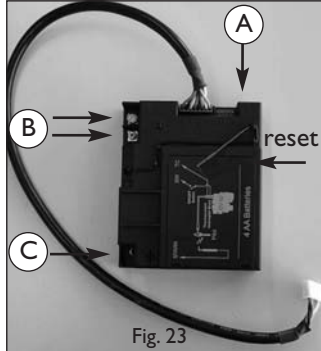

Fig. 23
- Schieben Sie den braune Stecker des Anschlusskabels hinten auf die Printplatte des Empfängers (Fig. 23).
- Schließen Sie die Kabel der Thermokuppelung an (Fig. 23 Pfeil B)
- Schließen Sie das Zündkabel an (Fig. 23 Pfeil C)
- Sollten Sie einen Adapter gebrauchen, müssen Sie diesen an die Unit (Fig. 23 Pfeil A) anschließen und danach den Stecker in die Steckdose stecken.